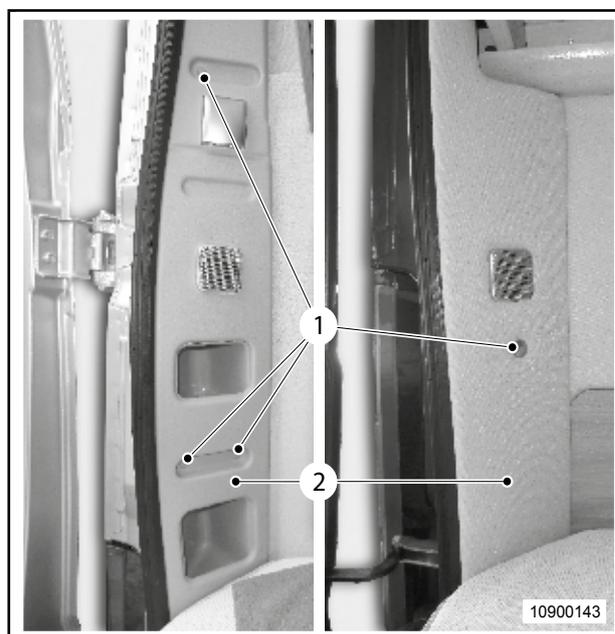

Abb. 57 Verkleidungen Heck
3. Die Kappen (Abb. 57, Pos. 1) der Schrauben an der Kunststoff- oder Stoffverkleidung (Abb. 57, Pos. 2) (rechts oder links) im Heck entfernen.
4. Mit einem Steckschlüssel (Torx T20) die Schrauben an den Verkleidungen (Abb. 57, Pos. 2) lösen und die Verkleidungen vorsichtig abnehmen. Die Kabellänge der Lautsprecher und Steckdosen beachten.